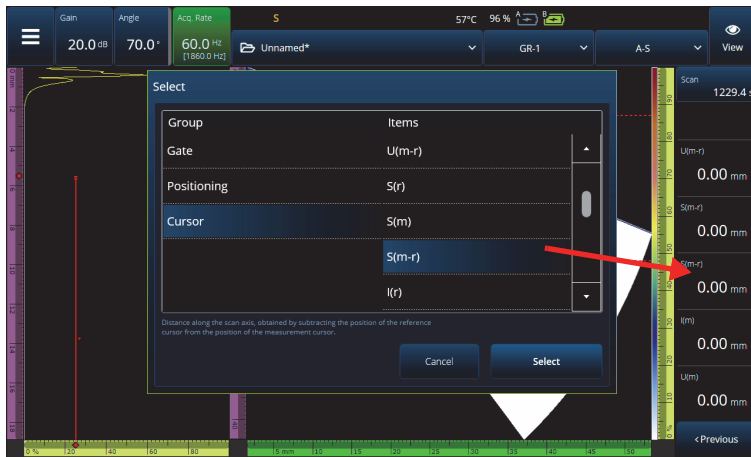

Abbildung 2-64 Messwertauswahl (Beispiel)
- b) Mit **Select Reading** (Messwert auswählen) können Sie einen spezifischen Messwert durch einen der verfügbaren Messwerte ersetzen (Abbildung 2-64 auf Seite 126).